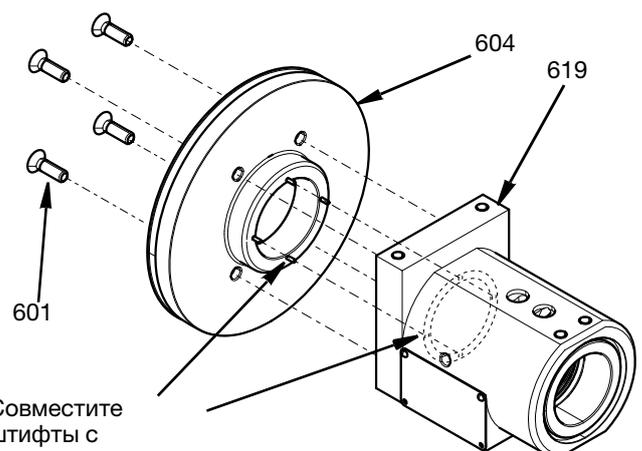

FIG. 23
3. Подсоедините корпус подшипника (604) к корпусу шарнира (619) четырьмя винтами M5 (601). Затяните с усилием 3,3 Н•м (29,2 дюйм-фунта). Обратите внимание на четыре шпильки в обшивке корпуса подшипника и зафиксируйте их в четырех отверстиях в кольце адаптера пневматического распределителя (605). См. FIG. 23.